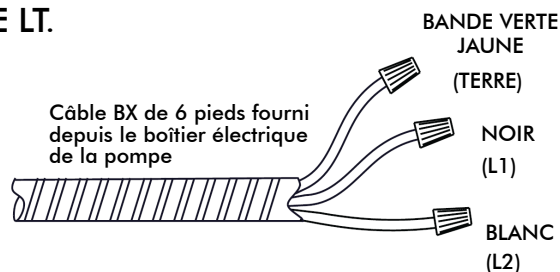

Figure 7. Connexion d'alimentation MOJAVE LT
Procédure de connexion MOJAVE LT. En utilisant les techniques standard de l'industrie, effectuez les trois connexions entre le LT et les composants fournis dans les kits d'accessoires. Reportez-vous à la Figure 7 pour le schéma de connexion et effectuez la procédure suivante.
Reportez-vous à la figure 7, élément (1).
2. **Raccordement d'évacuation de chaleur.** Reportez-vous à la figure 7, élément (2) pour connaître l'emplacement du raccord du tuyau d'aération à la sortie de l'échangeur de chaleur de la pompe et à la conduite d'aération de l'installation. Effectuez le raccordement de l'évacuation de la chaleur en effectuant la procédure suivante.